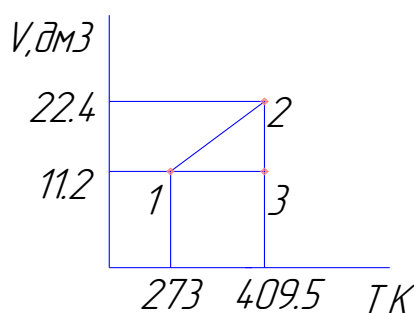

Рис.2
5. На *VT*-диаграмме изображен замкнутый процесс, который совершает некоторая масса азота (рис.2). Известно, что минимальное давление газа в этом процессе $P_{\text{min}} = 3 \cdot 10^5 \text{ Па}$. Определить массу газа и его давление в точке 1. Значения T_1 , T_2 , V_1 и V_2 указаны на рисунке.